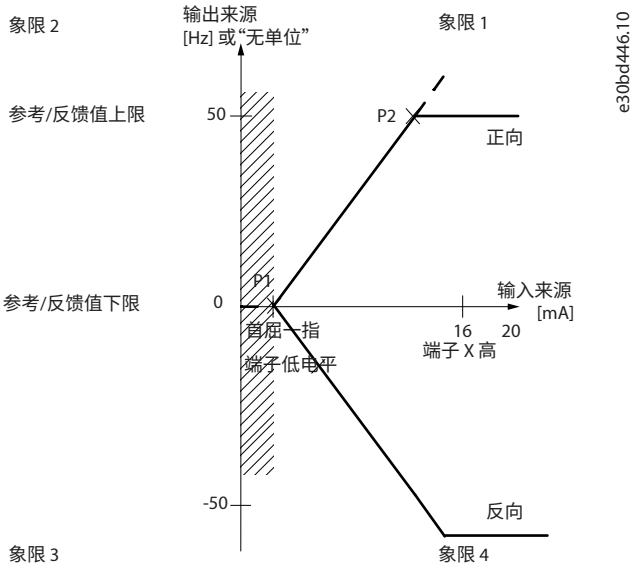

图 22: 死区大小
- 设置 0 处的最小参考值或最大参考值。换言之，P1 或 P2 必须位于图 22 的 X 轴上。
死区的大小由 P1 或 P2 定义，如图 22 所示。